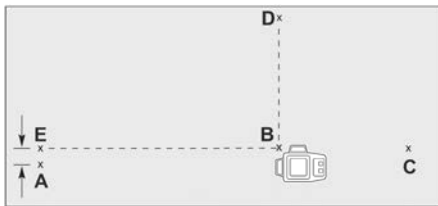

Рисунок 12
3.7.7 На спроектованій лінії переднім вертикальним променем позначте точку «E» (дивіться рисунок 12).